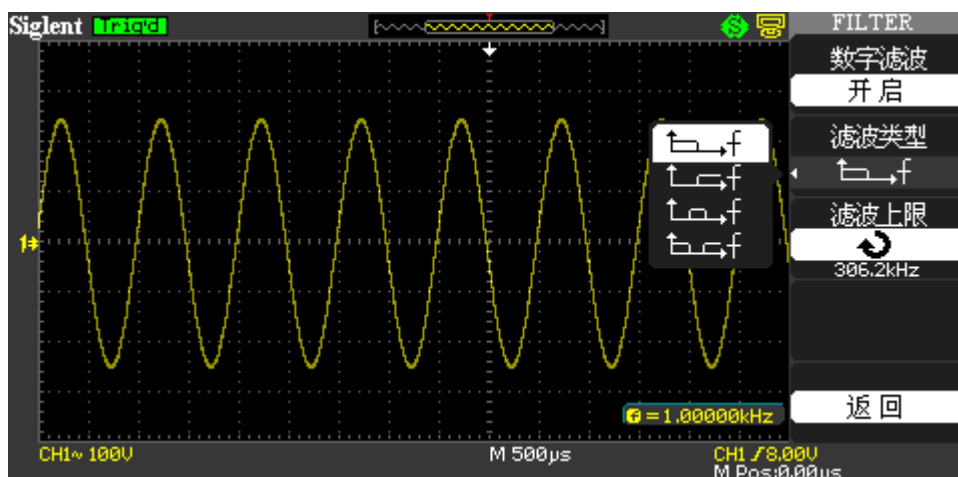

图 2-11 数字滤波设置
- 按【CH1】选择【下一页】，再按【数字滤波】选择【开启】，打开数字滤波功能如图 2-11 所示：